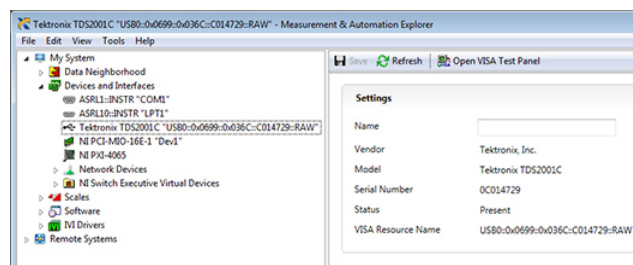

Abbildung 1: USB-Gerät im MAX
1. Öffnen Sie MAX und wählen Sie **Ansicht»Aktualisieren** oder drücken Sie F5. Ihr USB-Gerät sollte unter **Geräte und Schnittstellen** als USB-Gerät aufgelistet sein (siehe Abbildung 1).